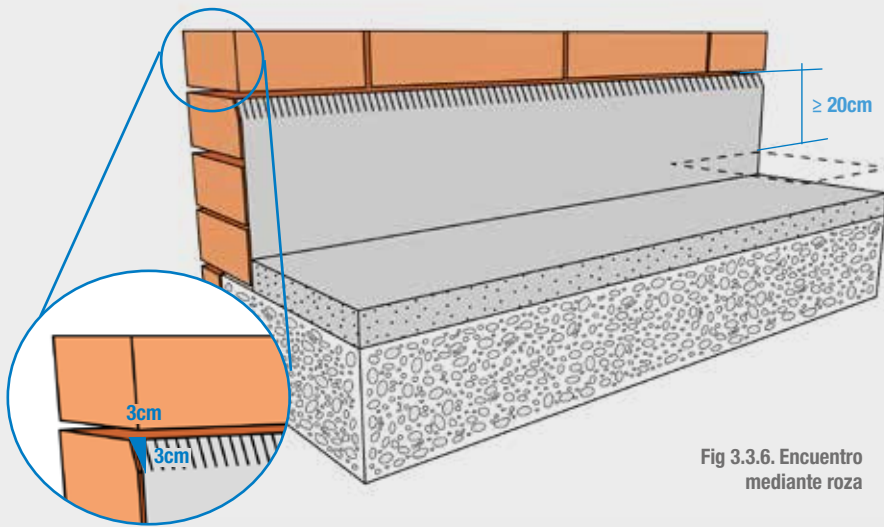

Fig 3.3.6. Encuentro mediante roza
- Mediante una roza de 3 x 3 cm como mínimo en la que debe recibirse la impermeabilización con mortero en bisel formando aproximadamente un ángulo de 30° con la horizontal y redondeándose la arista del paramento; (fig 3.3.6)